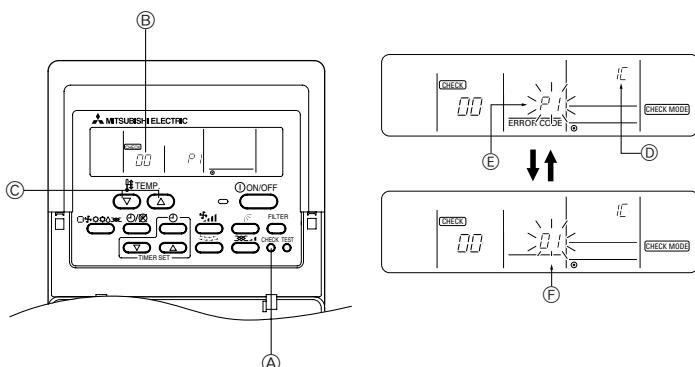

Fig. 7-2
7.3.1. Til ledningsbetjent fjernbetjening (Fig. 7-2)